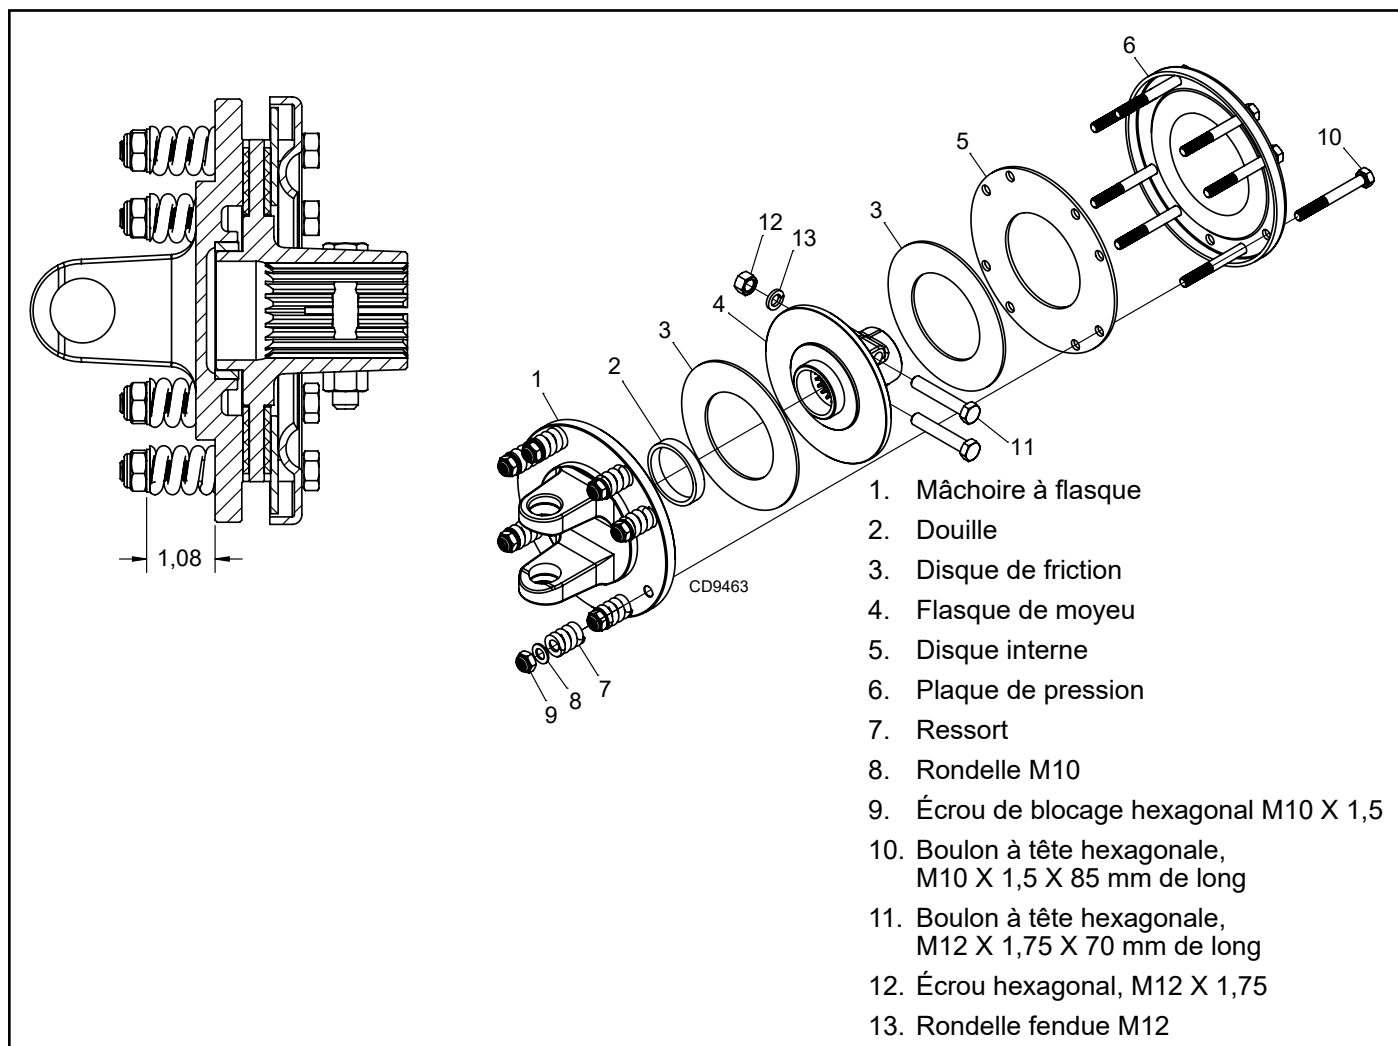

Figure 9. Assemblage de l'embrayage de sécurité
(Figure 9)
4. Desserrez les six vis à tête cylindrique de 10 mm (9) pour éliminer toute tension de la plaque de pression (6).
5. Maintenez la flasque de moyeu (1) solidement en place et tournez l'arbre pour vérifier que l'embrayage glisse.
6. Si l'embrayage ne glisse pas librement, démontez et nettoyez les faces de la flasque de moyeu (4), le disque interne (5), et la flasque de moyeu (1).
8. Remontez l'embrayage et serrez les boulons (9) de 1/8 tour maximum à la fois jusqu'à ce que le réglage souhaité de 1,08 po soit atteint (voir Figure 9).
9. Si l'embrayage continue à patiner, vérifiez l'usure excessive des disques de friction (3). Les disques sont de 1/8 po lorsqu'ils sont neufs. Remplacez les disques après une usure de 1/16 po. L'épaisseur minimale du disque est de 1/16 po.